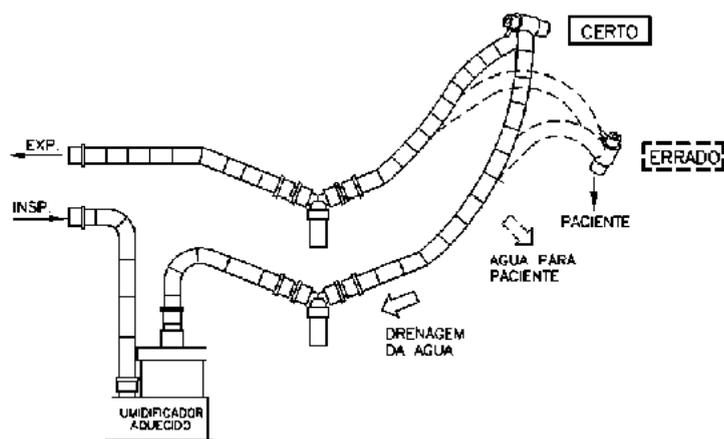

Figura 5.5. Posicionamento dos tubos corrugados.
1. É preciso evitar que a água condensada no circuito escoe até o paciente, pois esta chegaria assim aos seus pulmões. Para que toda a água condensada no circuito escoe de volta aos drenos, os tubos corrugados devem seguir uma direção ascendente ou horizontal até o paciente (Figura 5.5).